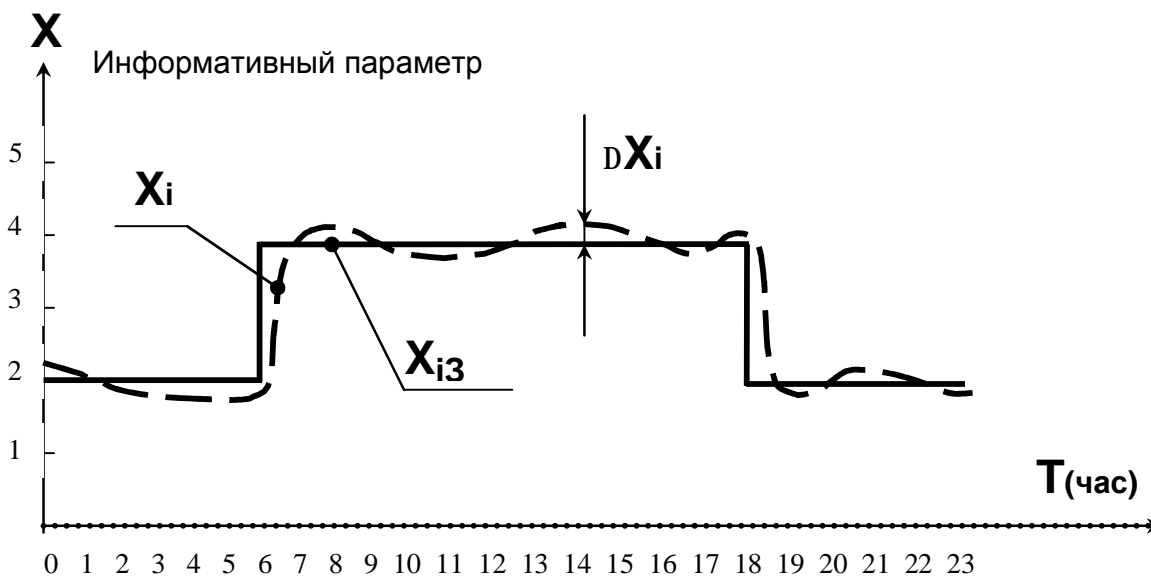

Рис. 5.5
5.7.3. На основе анализа величины ΔX_i , равной разности реально измеренных значений X_i и заданных значений X_{iz} , формируется значение выходного сигнала Y_i управляющего регулирующим клапаном. Регулирующий клапан оказывает на объект регулирования воздействие $Z(Y_i)$ таким образом, чтобы свести величину ΔX_i к нулю (см. график на Рис. 5.5.)